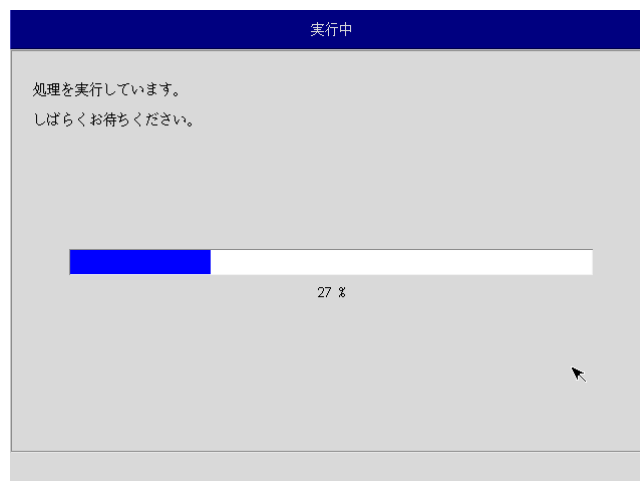

図 5-2-8. 実行中画面
- ⑭ 実行中画面（図 5-2-8）が表示され、処理が開始されます。実行中はリカバリ USB メモリ、保存メディアを外さないでください。また、電源を落とさないようにしてください。